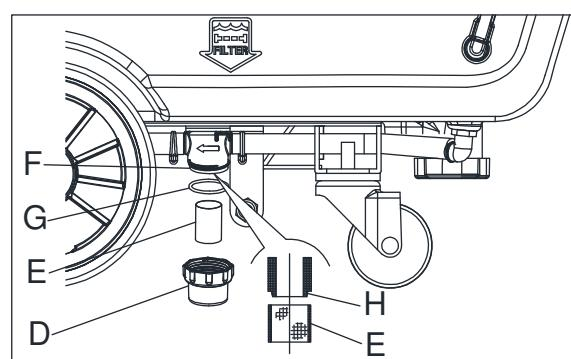

Figure 16
2. Faire en sorte que la machine soit éteinte et que la clé de contact (35) soit retirée.
4. Retirer le couvercle transparent (D, Figure 16), puis retirer la crêpine du filtre (E). Les nettoyer et les installer sur le support (F).